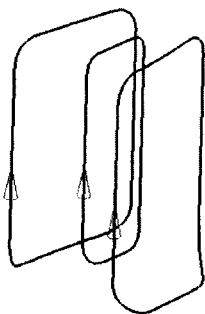

图 1-15 选择 3 根曲线
- 分别选择 3 根曲线作为截面线 (Section)，见图 1-15。